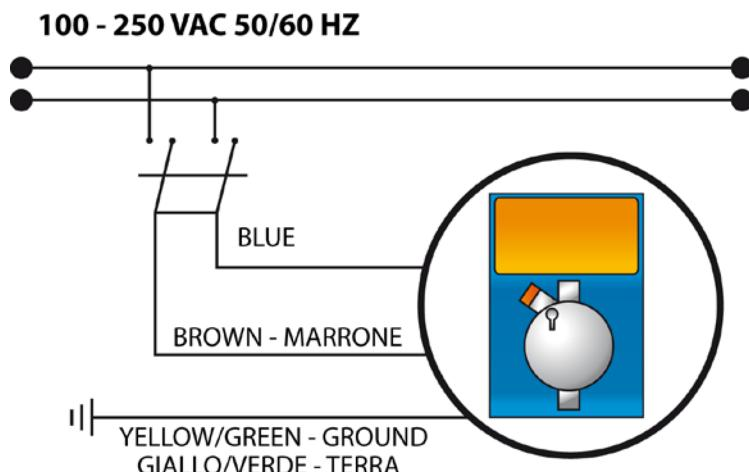

Fig.3 – Ligação elétrica
- certificar-se de que a central esteja desligada da alimentação elétrica (ambas as polaridades), desconectando os condutores dos pontos de contato da rede através da abertura do interruptor omnipolar com distância mínima de 3 mm entre os contatos (Fig.3).